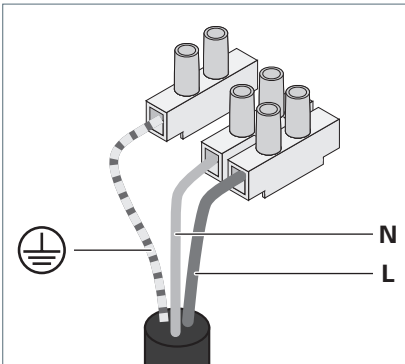

Fig. 14: Pendelleuchte anschließen.
- Schließen Sie die Leuchte an der Klemme an, siehe Fig. 14.